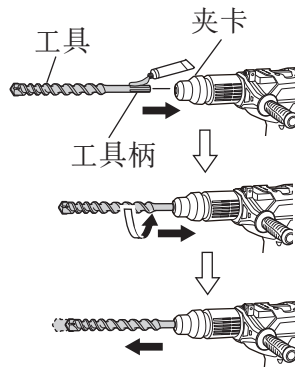

图 6
(1) 先擦净，然后将附带的润滑油（装于绿管中）于工具柄上。
(2) 如图 6 所示，要安装工具（五槽圆柄）时，将它插入孔内直至其抵达孔底。